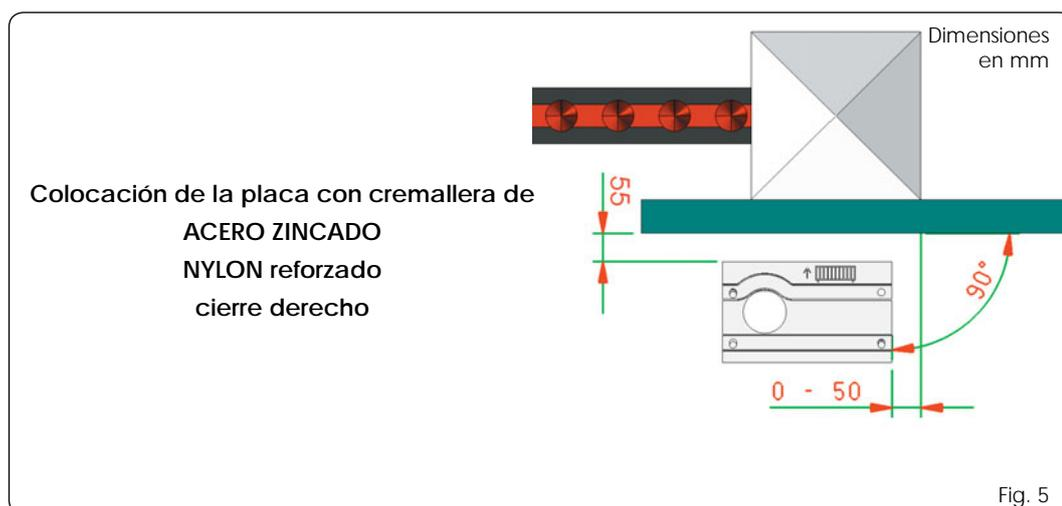

Fig. 5
2. La placa de cimentación debe estar colocada de la manera indicada en la Fig. 5 (cierre derecho) o Fig. 6 (cierre izquierdo) para garantizar el correcto engranaje entre el piñón y la cremallera.